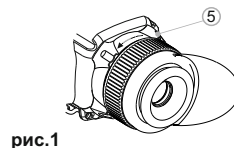

рис.1
- Поверните стопорное кольцо (5) окуляра против часовой стрелки до щелчка и снимите окуляр (рис. 1).